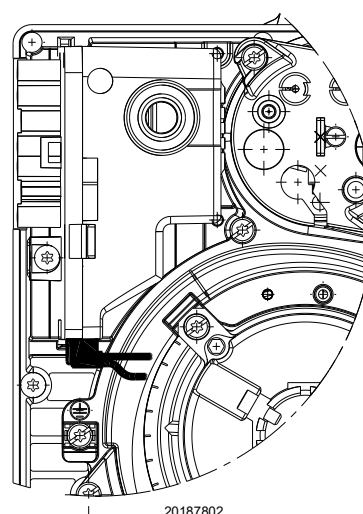

Fig. 19
- Kontroller at koblingskontaktene er satt riktig inn som vist av symbolene på bunnen av utstyret for flammekontroll. Pass på at kontaktene er satt helt inn i hver sin posisjon. Alle kontaktene må ha koblingsledningene vendt mot innsiden av brenneren (se Fig. 19).